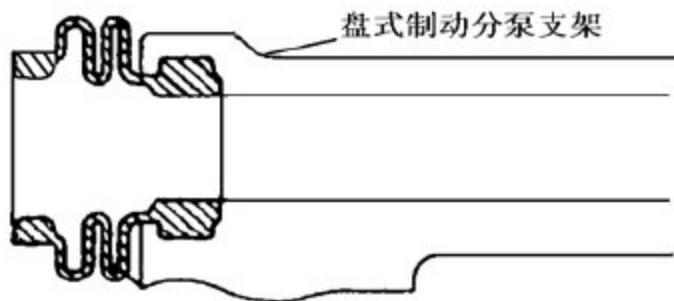

图 3—25
- 7). 拆卸后盘滑动销防尘套。从后盘式制动分泵支架上拆下 2 个防尘套，如图 3—25 所示。